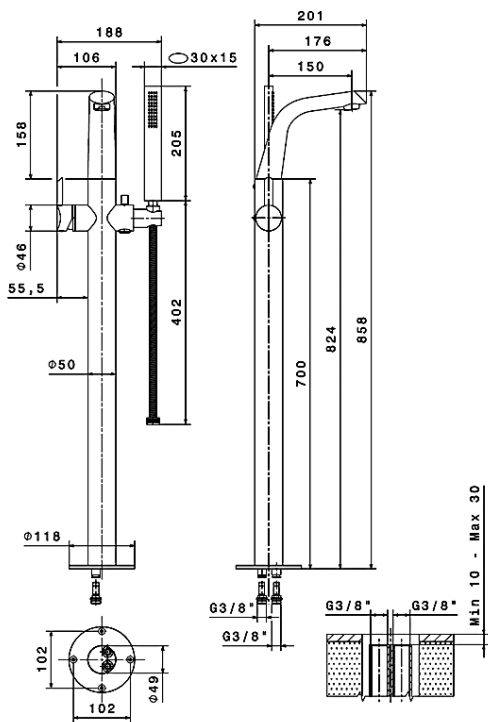

Рис.1
1. Выберите место для установки смесителя и организуйте водорозетки горячей и холодного водоснабжения, опираясь на данные рис.1.